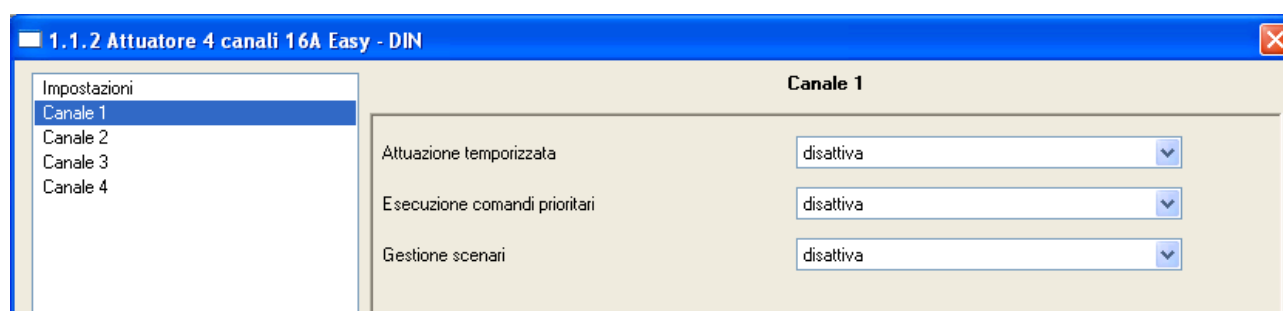

Fig. 13: Finestra di configurazione parametri **Attuatore 4 canali 16A Easy (5) - Canale 1**
Per ciascun canale dell'attuatore 4 canali Easy (5) al quale è connessa l'attivazione dell'impianto di riscaldamento di ciascuna zona non è necessario abilitare alcuna funzione specifica in quanto gli oggetti di comunicazione necessari a gestire le commutazioni ON/OFF dell'impianto, con le relative notifiche di stato, sono già disponibili per default senza specifiche abilitazioni. Per tale motivo le altre funzioni disponibili nella finestra di configurazione dell'attuatore possono essere lasciate disattivate, come mostrato in fig. 13.
Analoga configurazione mostrata in fig. 13 deve essere applicata agli altri canali di uscita 2, 3 e 4 dell'attuatore Easy (5).